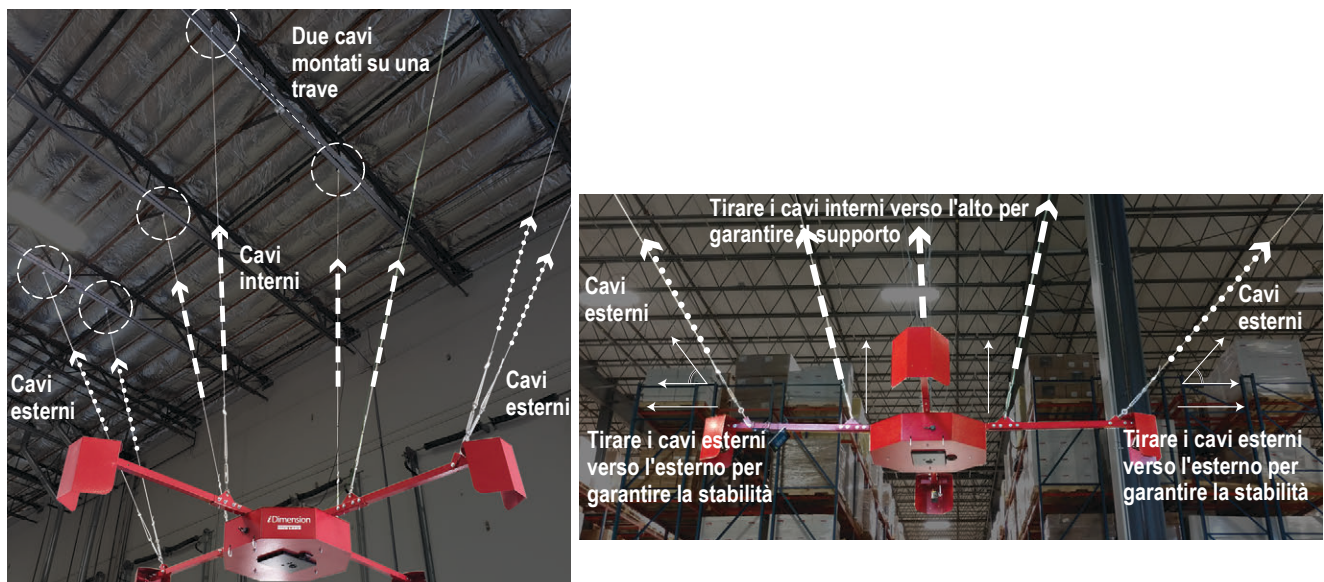

Figura 2. Cavi iDimension
12. Regolare i tiranti a una tensione opposta uniforme per sostenere il sistema di dimensionamento come in Figura 2 a pagina 2. Il cavo esterno garantirà stabilità.